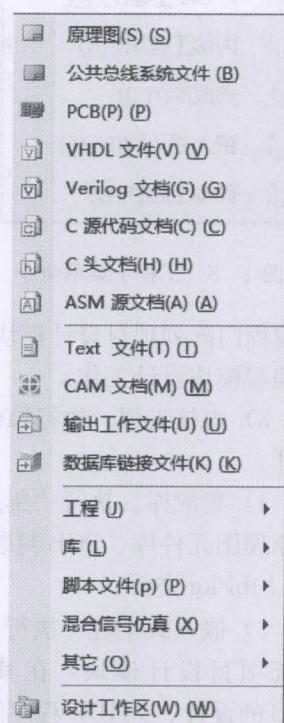

图 1-7 文件新建子菜单
1.4.1 节讲述了使用主页面进行文件操作，实际上主要命令均可以使用“文件”(File) / “新建”(New) 菜单中的命令来选择。从 New 子菜单中可以选择建立目标文件，包括 Schematic (原理图)、PCB、FPGA、VHDL 以及相关的库 (Library) 文件，“新建”子菜单如图 1-7 所示。